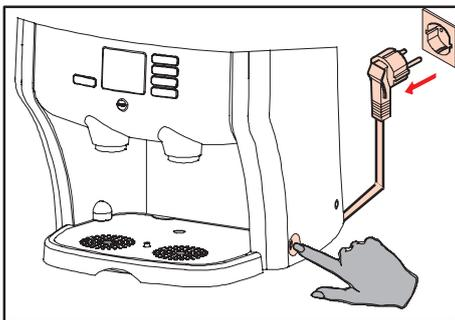

Fig. 85 Mise en marche / arrêt du distributeur
5. Arrêtez le distributeur et débranchez-le (fig. 85).